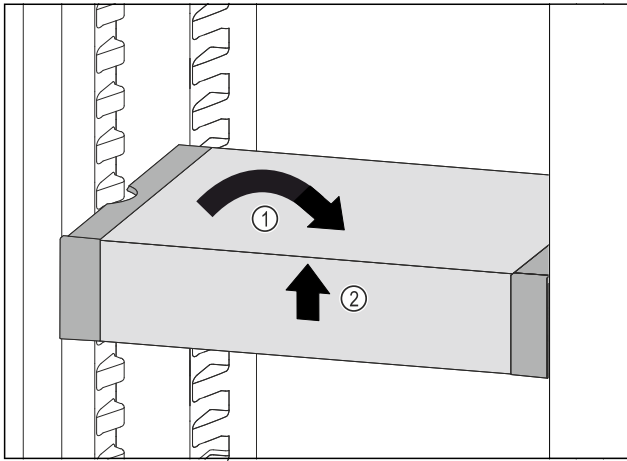

Fig. 80
- ▶ Remettre le VarioSafe droit. Fig. 80 (1)
- ▶ Soulever la partie avant du VarioSafe. Fig. 80 (2)